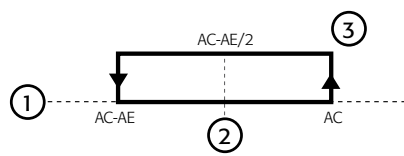

Fig. 4.l
- indique le dépassement de la limite entre Ac et AE (dérivée du calcul:  $Ac-AE/2$ , voir Fig. 4.l);
- indique le dépassement du point de consigne de température Ac (voir Fig. 4.l);